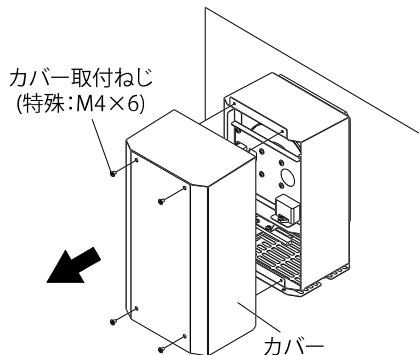

図5 カバー取外し
- ① 付属のL型レンチを使用し、カバー取付ねじ(特殊:M4×6)4ヶ所をゆるめてカバーを取外してください。(図5参照)